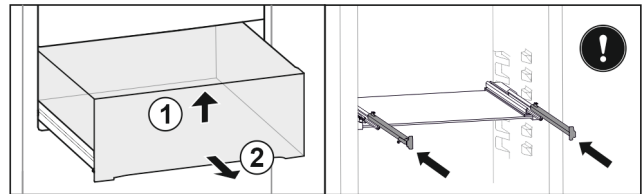

Fig. 27*
- ▶ Повдигнете чекмеджето отпред Fig. 27 (1)*
- ▶ Извадете напред Fig. 27 (2)*